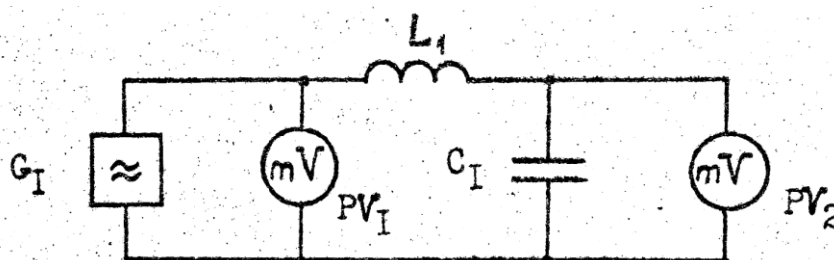

Рис. 8
Объекты исследования: последовательные колебательные контуры с различными значениями сопротивления потерь (рис. 8 и 9).
1. Изобразите характер амплитудно-частотной характеристики последовательного колебательного контура (рис. 8 и 9). Обозначьте на рисунке характерные параметры АЧХ: резонансную частоту f_p , коэффициент передачи на резонансной частоте K_{\max} , ширину полосы пропускания $2\Delta\omega_{0.7}$.
2. Для последовательного колебательного контура (рис. 8) рассчитайте параметры контура: резонансную частоту f_p , характеристическое сопротивление ρ , суммарное сопротивление потерь r , сопротивление потерь катушки индуктивности r_L , коэффициент передачи на резонансной частоте K_{\max} , ширину полосы пропускания $2\Delta f_{0.7}$. При расчете примите значение выходного сопротивления генератора r_g равным 5 Ом, а значение добротности контура Q (с учетом выходного сопротивления генератора) равным соответствующему значению из табл. 6.
2. Соберите последовательный колебательный контур (рис. 8) и снимите по точкам его АЧХ и ФЧХ в области резонанса. Измерения проводите в диапазоне частот, где $K(f) > K_{\max}/4$ (особенно тщательно вблизи резонансной частоты и вблизи границ полосы пропускания).